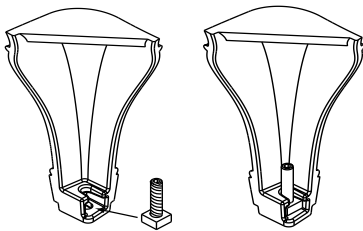
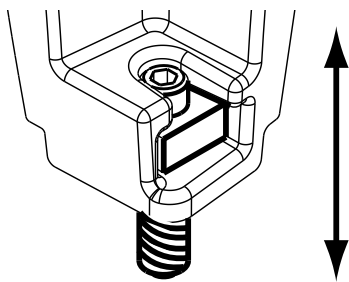

Figure 20.2
Figure 20.3 – Boulon entièrement allongé
2. Introduisez les écrous et boulons assemblés dans les rainures des pieds, les écrous étant placés en bas (**Figure 20.2**). Utilisez une clé de 3,96 mm (5/32 po). Pour monter et descendre les pieds, utilisez une clé Allen de 3,96 mm (**Figure 20.3**).